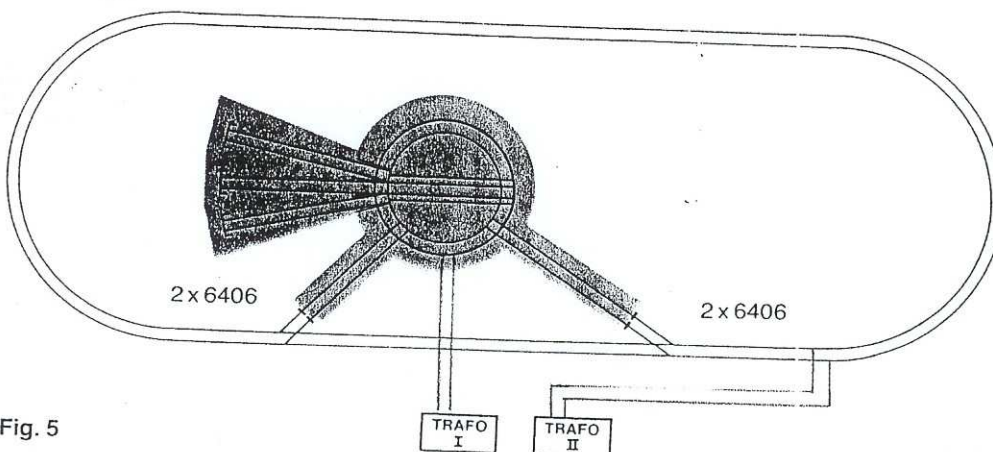

Fig. 5
**Operation of the layout with two, or more, transformers:** The turntable area should be controlled by a separate transformer. All lines which go over into the turntable area should be cut off with two isolating fish plates 6406 (Fig. 5).
**Alimentation du réseau au moyen de 2 ou plusieurs transformateurs:** La plaque tournante et les voies environnantes doivent en principe être alimentées par un même transformateur. En règle générale il faut placer 2 éclisses isolantes 6406 dans chaque voie aux approches de la plaque tournante (fig. 5).
**Werking van de installatie met 2 of meer regel-transformatoren:** Het draaischijfbereik moet met een aparte regel-transformator uitgevoerd worden. In principe zijn alle rails bij de overgang van het draaischijfbereik tot de installatie door het inbouwen van 2 isolatie-railverbindingen 6406 elektrisch te scheiden (Fig. 5).
Vändskiveområdet bör drivas med en speciell reglerbar transformator. Från början skall alla spår vid övergången från vändskiveområdet till anläggningen skiljas genom att du sätter in 2 isoleringskarvjärn 6406 (fig. 5).